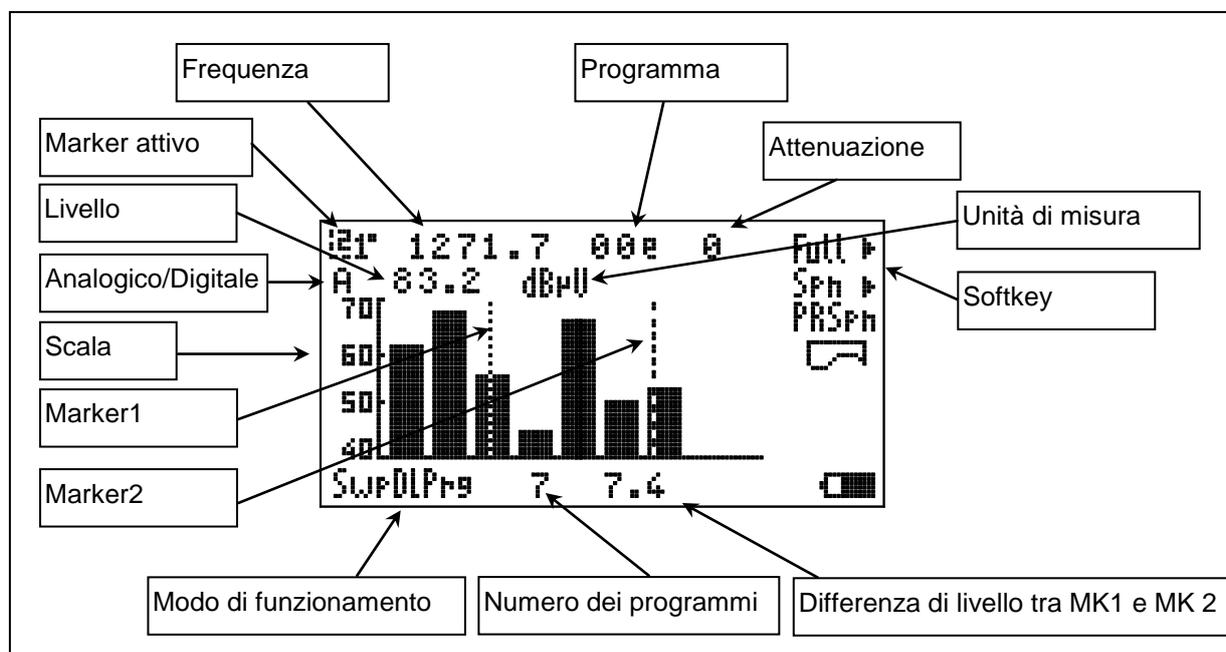

Figura 5 Misura simultanea di sette programmi.
La presentazione è ad istogramma, come in Figura 5. Nel momento in cui questa funzione viene abilitata, il display dapprima mostra l'impostazione di una tabella contenenti i programmi che verranno visualizzati. Se qualcuno di questi non è stato ancora memorizzato compariranno dei trattini invece della frequenza. Successivamente, per vedere l'istogramma, selezionare RUN con lo Shaft Encoder, quindi premere ↵ **ENTER (7)**.